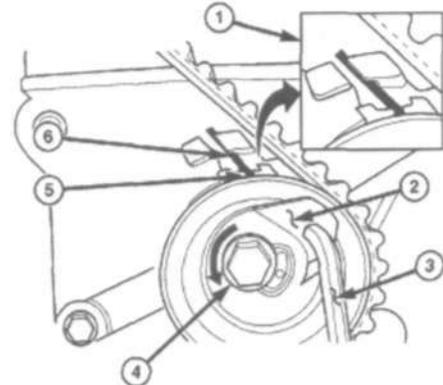

Рис. 108.
(5) Вставить шестигранный ключ на 6 мм в шестигранное отверстие на верхней пластине шкива натяжителя ремня. Повернуть верхнюю пластину ПРОТИВ ЧАСОВОЙ СТРЕЛКИ. При этом шкив натяжителя будет перемещаться по ремню, а установочная метка натяжителя начнет смещаться по часовой стрелке. Следя за движением установочной метки, продолжайте вращение верхней пластины против часовой стрелки до тех пор, пока установочная метка не совпадет с лапкой пружины (Рис.108). Застопорить верхнюю пластину шестигранным ключом, во избежание проворачивания, и затянуть контргайку натяжителя моментом 30 Н•м. После затяжки контргайки установочная метка и лапка пружины должны оставаться совмещенными.